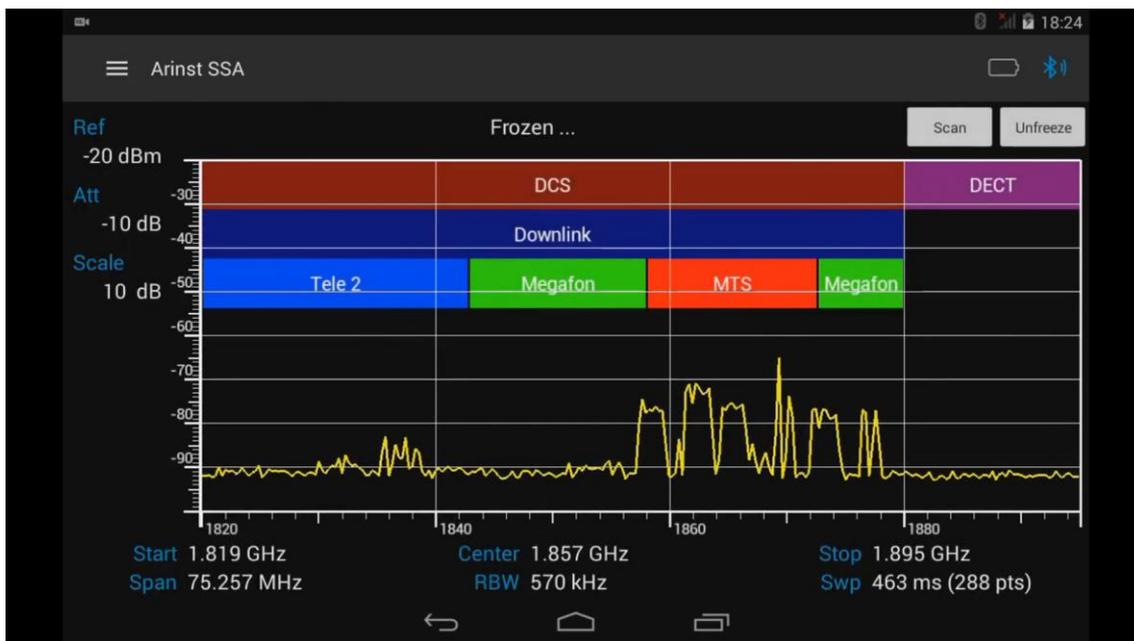

Рисунок 54 – Сканирование спектра приостановлено
8.9.3. Для остановки циклического сканирования спектра нажмите кнопку **Freeze scan**. Сканирование спектра сигнала будет приостановлено (заморожено), рисунок 54. Нажатие кнопки **Scan** обновляет график спектра, кнопка **Unfreeze** запускает приостановленное сканирование.